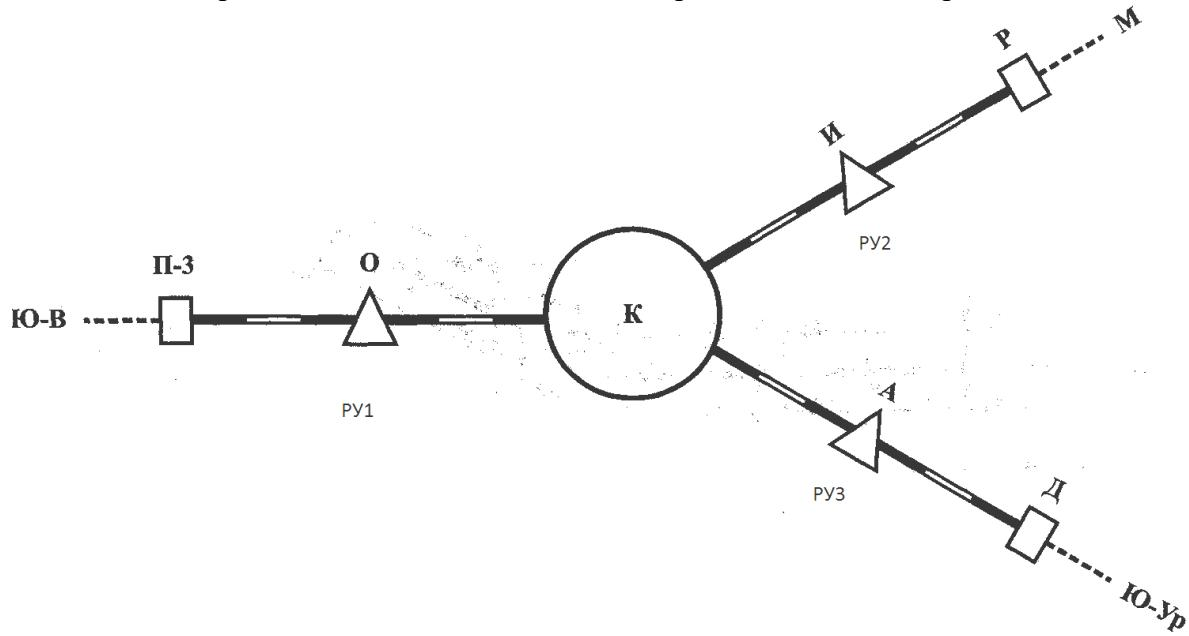

Рис. 1.1
1. Дорога К состоит из трех регионов управления (РУ1, РУ2, РУ3) и имеет междорожные стыки П-З, Р, Д с соседними дорогами Ю-В, М и Ю-У. Схема дороги К показана на рис. 1.1.